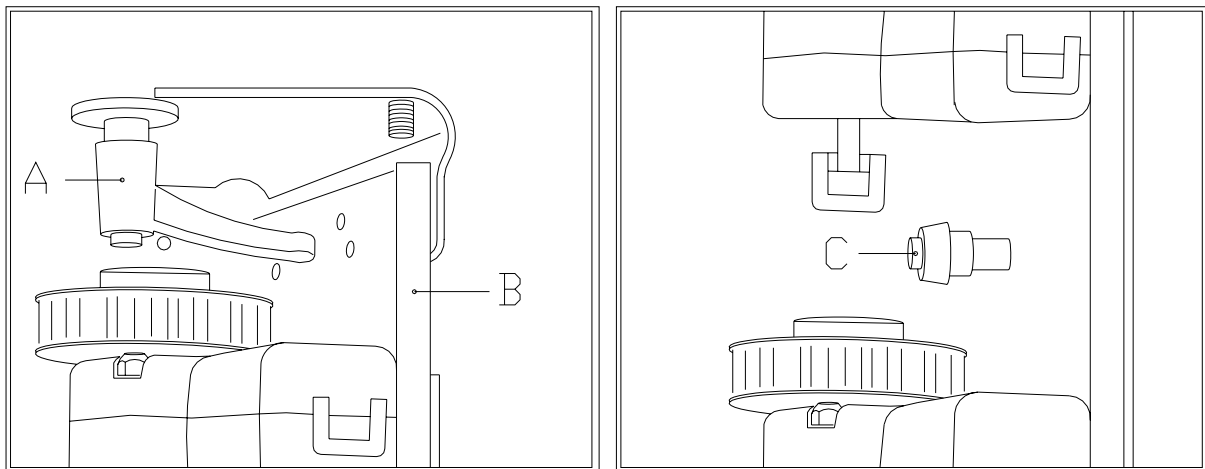
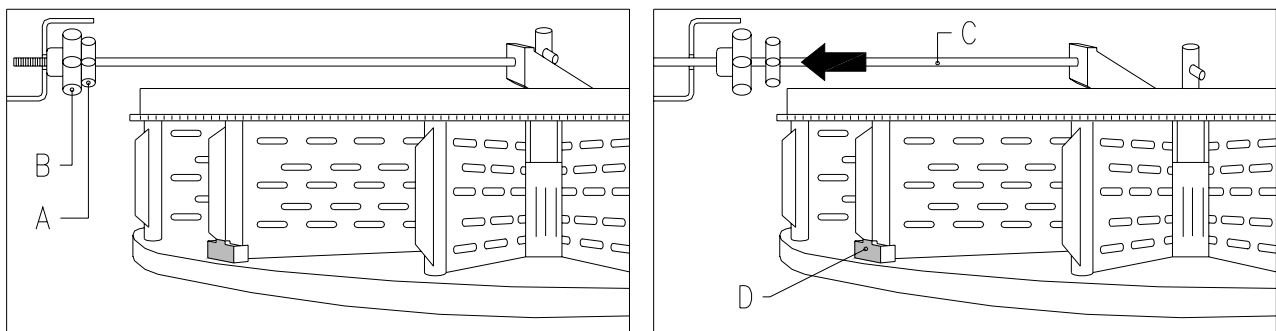

Abb. 6
Abb. 7
### 8.1 ENTFERNUNG TROMMELSÄULE ABB. 6-ABB. 7
- Die Rückstellhandgriffe Pos. A Abb. 6 oben und unten lockern. Außerdem müssen die 3 Stiftschrauben Pos. C Abb. 6 gelockert werden, welche in regelmäßigen Abständen entlang des Motorständers sitzen. Anschließend das Motorenaggregat Pos. B Abb. 6 so verschieben, daß die Zahnräder außer Eingriff gebracht werden;
- Die Zugstange aushaken, die die Säule festhält und wie in Abb. 7 dargestellt entfernen.
- Das Motorenaggregat annähern und dabei prüfen, ob alle Zahnräder richtig ineinandergreifen. Dieser Vorgang wird durch Verstellen der 3 Stiftschrauben (Pos. C Abb. 6) erleichtert. Anschließend die beiden Rückstellhandgriffe oben und unten wieder arretieren.
<p>Nachprüfen, ob die Verbindung zwischen Kleinmotor und Zahnsektor nicht zu stark belastet wird, um den Motorbetrieb nicht zu beeinträchtigen.</p> <p>Beim Einschalten dreht das Gerät automatisch alle Trommeln, bis die Feststellvorrichtung D Abb. 6 vor dem Sensor liegt, damit das Gerät auf Null gesetzt wird.</p>